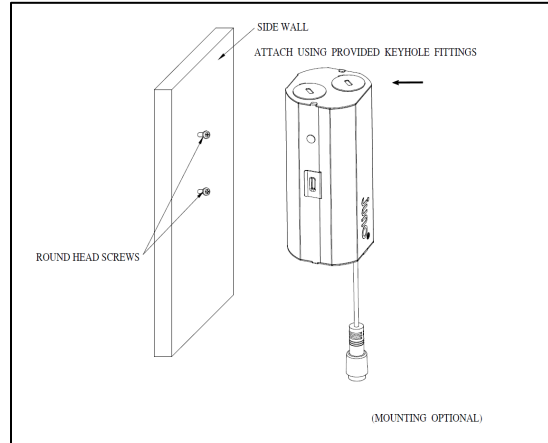

Figura 13
- Coloque la caja del controlador remoto a través del orificio recortado (Figura 13). DEBE seguir el código eléctrico local para la fijación y colocación rígida de la caja del controlador remoto. Para kits de montaje opcionales, las hojas de instrucciones para la placa de construcción nueva y el kit de barra de viga se pueden encontrar en www.acuitybrands.com